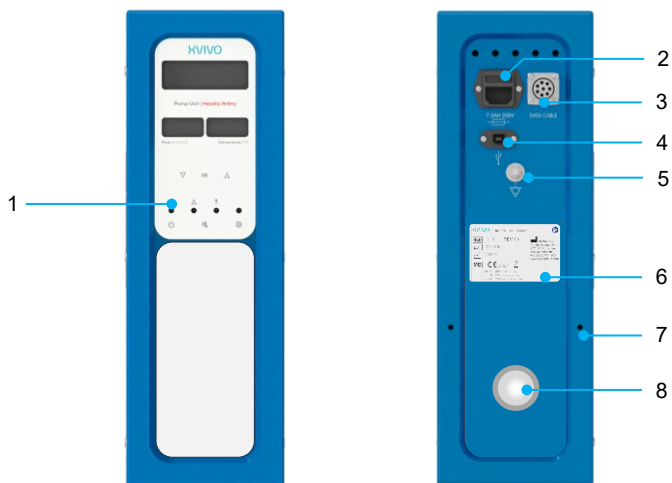
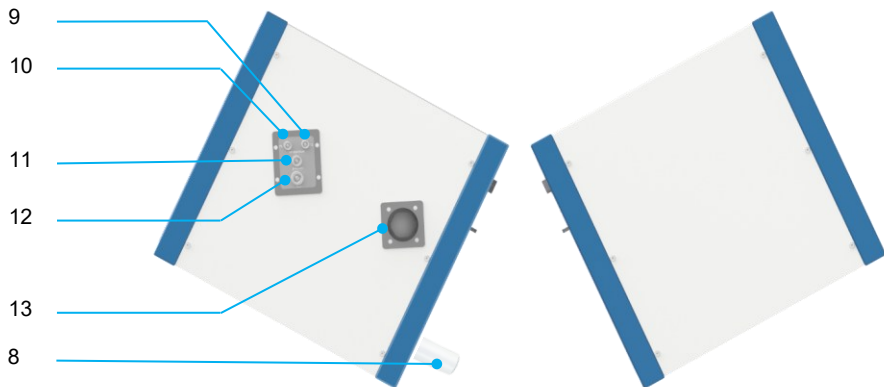

Figura 2 Vedere anterioară și posterioară a unităților de pompare
Figura 3 Vedere laterală dreapta și stânga a unităților de pompare
Liver Assist conține două unități de pompare separate. Consultați Figura 2 și Figura 3. O unitate de pompare pentru perfuzia venei porte (PV) și cealaltă pentru perfuzia arterei hepatice (HA). Pompa din vena portă (a se vedea Figura 1, unitatea din dreapta) funcționează în mod continuu, la o presiune care poate varia de la 0 la 16 mmHg în funcție de setarea aleasă. Pompa arterială (Figura 1, unitatea din stânga) funcționează într-un mod pulsatil de 60 BPM pentru a imita fluxul sanguin fiziologic la o presiune care poate varia de la 0 la 90 mmHg, în funcție de setările alese.